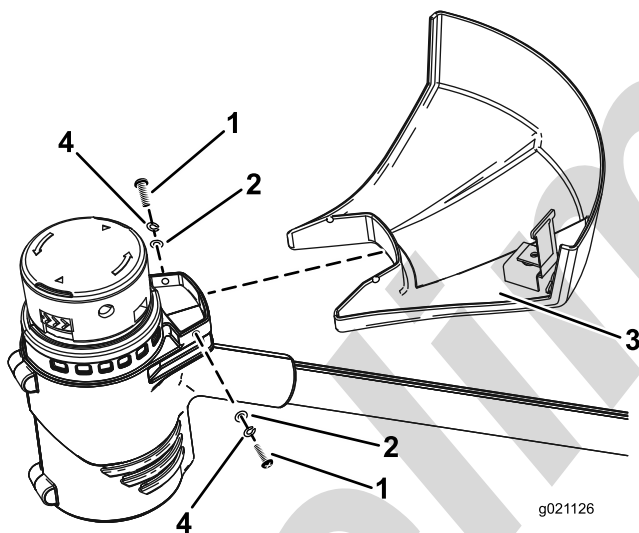

Figura 4
1. Retire los 2 tornillos Phillips sujetos con cinta al protector (Figura 4).
2. Deslice el protector sobre la base de la desbrozadora, según se muestra en Figura 4.